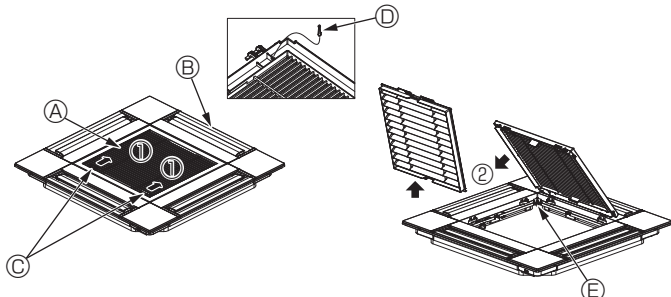

Fig. 10-3
10.2.1. Demontarea grilei de admisie (Fig. 10-3)
- Culisați manetele în direcția indicată de săgeți ① pentru a deschide grila de admisie.
- Cu grila de admisie în poziția „deschisă”, îndepărtați balamaua grilei de admisie de la grilă, așa cum este indicat de săgeți ②.